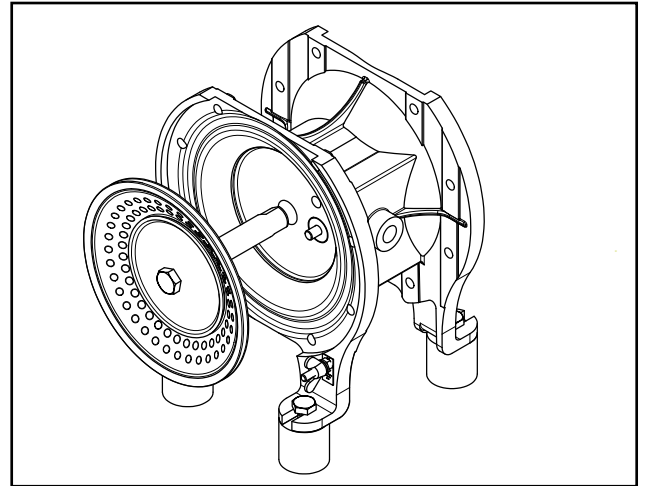

Fig. 21: Extracción del diafragma con la varilla
- Soltar el disco exterior del diafragma y quitarlo junto con el diafragma (fig. 10 y fig. 21).
ver también 5.3.2.3. A diferencia de la fig. 21, soltar primero los discos del diafragma. Retirar la varilla del pistón por separado del bloque central.